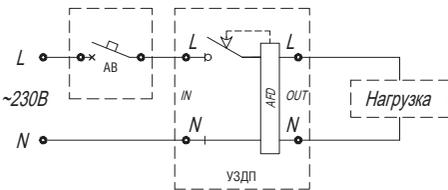

Рис. 4. Подключение УСТРОЙСТВА с автоматическим выключателем (АВ)
- 6.6. Рекомендуемые схемы подключения УСТРОЙСТВА представлены на Рис. 4–6.